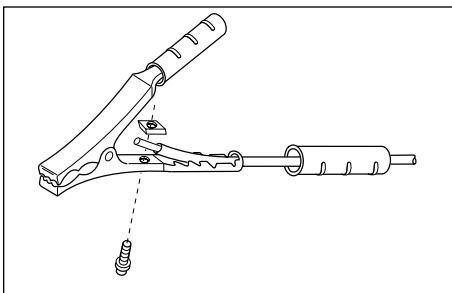

Figura 3 - Ensamblaje de la Abrazadera de Trabajo
- Inserte el cordón (marcado "trabajo" en el panel delantero de la soldadora) a través del mango de la abrazadera y deslice el alambre desnudo debajo del bloque de la abrazadera. Apriete el perno hexagonal asegurándose que el alambre desnudo quede firmemente sujeto (Figura 3).